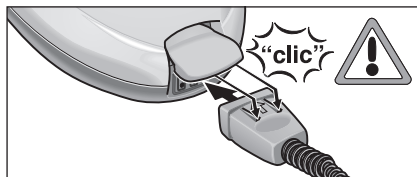

Рис. 1: Фиксация блочного штекера
- Прочно вставить блочный штекер (C7) в розетку прибора (A1). При этом оба выступа блочного штекера должны зафиксироваться в крышке розетки прибора (см. рис. 1)